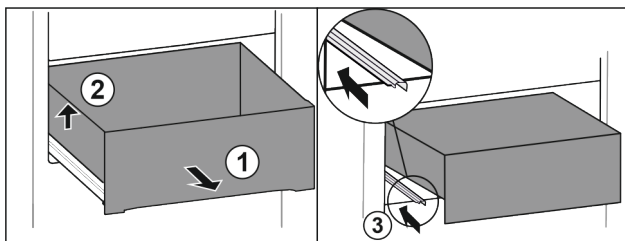

Fig. 90
- ▶ Вытяните выдвижной ящик до упора. Fig. 90 (1)
- ▶ Приподнимите выдвижной ящик слева. Fig. 90 (2)
- ▶ Вставьте левую направляющую. Fig. 90 (3)